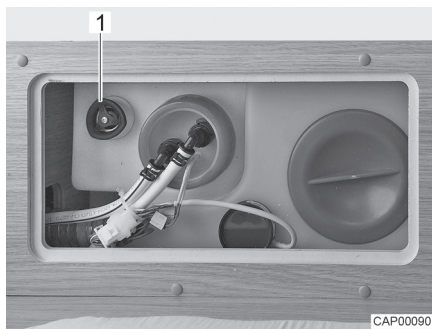

Fig. 74 Réservoir d'eau avec poignée tournante
- Faire tourner la poignée tournante (Fig. 74,1) du réservoir d'eau à fond dans le sens inverse des aiguilles d'une montre au-delà de la résistance pour ouvrir entièrement l'ouverture d'écoulement.